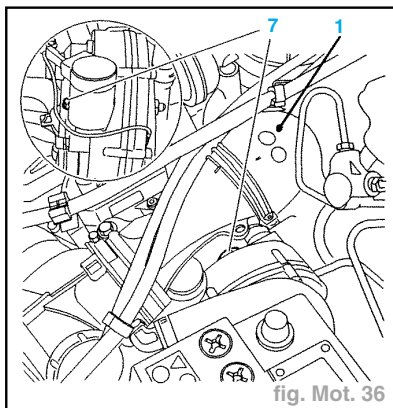

fig. Mot. 36
- Écarter l'ensemble (1) mélangeur d'air/raccord d'air (fig. Mot. 36).
- Effectuer une remise à niveau du circuit de refroidissement et une purge en agissant sur la vis (7) (fig. Mot. 36).